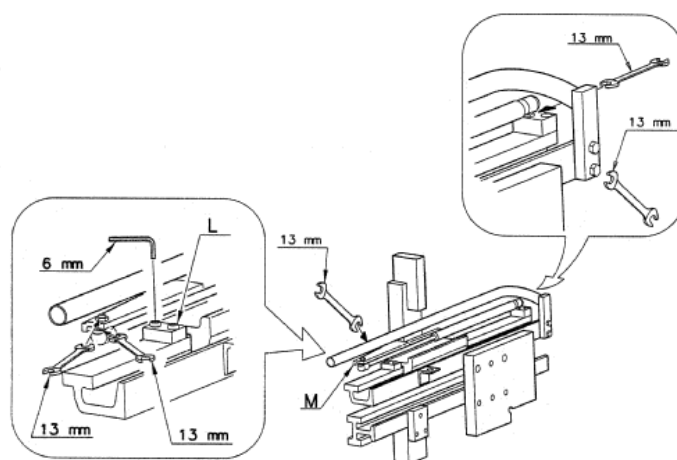

Abb.09
a) Entfernen Sie das obere Schutzblech. Die Schrauben befinden sich am äußersten Ende des Rahmens (siehe **Abb.09**).
b) Öffnen Sie leicht die Zange und entfernen Sie den mittleren Block **L** vom Rahmen (siehe **Abb.09**).
d) Schrauben Sie die seitlichen Federnstützen ab (Sechskantschraubenmutter unterhalb der Federnstütze), wie in der Abbildung rechts **Abb.09** beschrieben.
e) Bauen Sie die Federhalterung vom Federschaft **M** aus (siehe **Abb.09**).
f) Spannen Sie die Federschafthalterung inklusive der Feder in ein Schraubstock ein und schrauben Sie die Schaftstütze ab, indem Sie zwei Schraubenschlüssel verwenden (siehe links **Abb.09**).